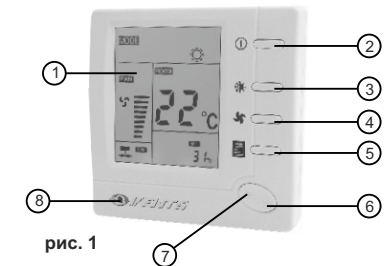
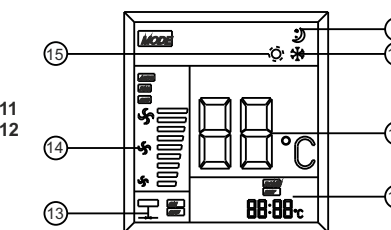

рис. 1
рис. 2
лицевая панель (рис. 1)
дисплей (рис.2):
Нажмите кнопку выбора скорости вентилятора. На дисплее отобразится один из знаков (14 на рис.2) или AUTO. Это означает, что вентилятор будет вращаться на скорости HI (высокая), MED (средняя), LOW (низкая) или AUTO (автоматический режим).
Установите кнопкой выбора режимов работу в режиме нагрева (знак 15 на рис.2).
Установите кнопкой выбора режимов работу в режиме охлаждения (знак 10 на рис.2).
Нажмите кнопку перехода в «ночной» режим (5 на рис.1). Появляется символ «ночного» режима (9 на рис.2). Данный режим будет активен в течение 8 часов, при этом терморегулятор будет контролировать нагрев или охлаждение согласно графику приведенному ниже. Снова нажмите кнопку перехода в «ночной» режим, соответствующий символ исчезнет, что означает отмену работы в «ночном» режиме.
Выключите терморегулятор нажав на кнопку питания и удерживайте кнопку «ночного» режима (5, рис.1) не менее 4 секунд до того, пока не засветится дисплей. Это означает, что вы вошли в первый пункт настройки режима управления меню. Всего имеется 4 таких пункта что соответственно отображается на дисплее. Выбор соответствующего пункта меню определяется нажатием кнопки (5). В каждом пункте для изменения настроек воспользуйтесь кнопкой "+" или "-". Для выхода из меню и возврата в обычный режим работы, выключите терморегулятор, нажав на кнопку питания и снова его включите.